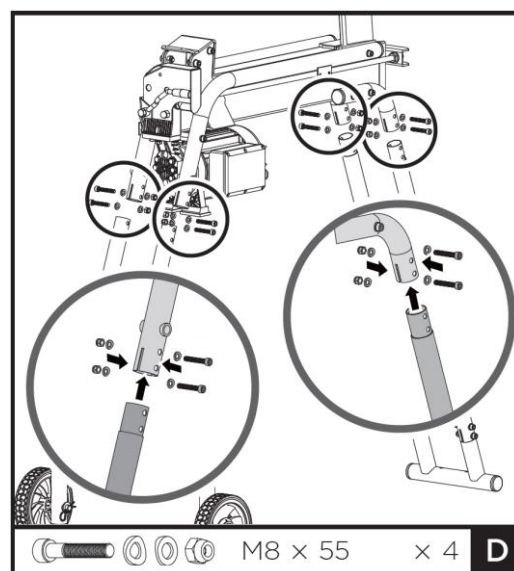

Fig. 4d
5. Inserire le estremità superiori dei tubi di collegamento anteriore e posteriore (j e k) nelle aperture dei telai di supporto preassemblati sull'unità principale. Assicurarsi che i fori di montaggio siano allineati. Fissare la connessione utilizzando bulloni M8x55, rondelle e dadi (D) (quattro bulloni, rondelle e dadi sono stati rimossi nel passaggio 1). Fare riferimento alla Fig. 4d.